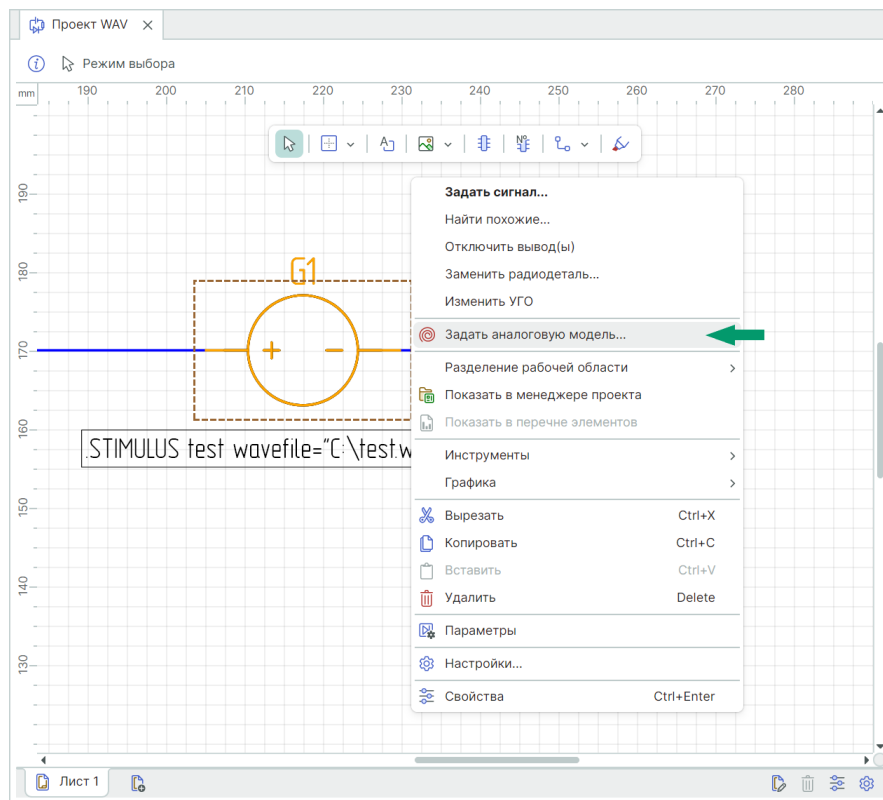

Рис. 164 Вызов окна «Задать модель компонента»
3. Выберите независимый источник и вызовите окно «Задать модель компонента» с помощью команды контекстного меню «Задать аналоговую модель» или группы свойств «SPICE» в панели «Свойства», см. Рис. 164;